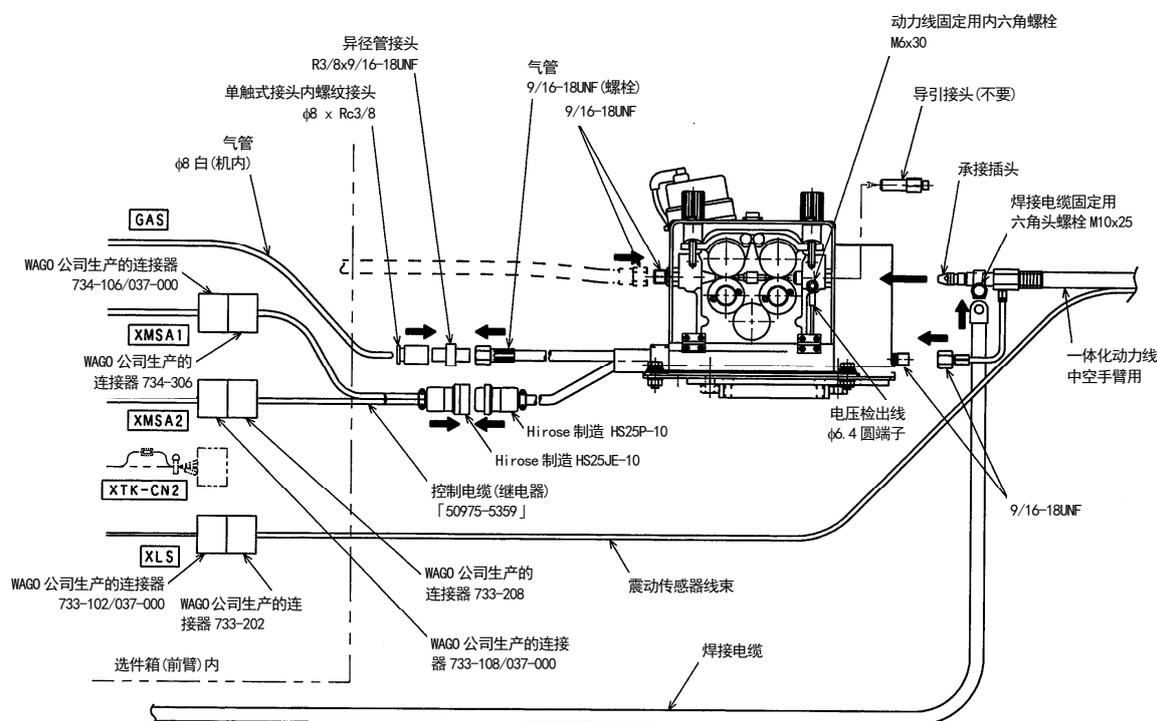

图 1.5 控制电缆及气管的连接
2. 参考图 1.5, 用选件箱内附属的电缆连接连接器 (XMSA1, XMSA2) 和控制电缆 (继电器) (选件)。另外, 取出选件箱内的气管, 安装异径管接头 (选件)·单触式接头 (选件), 并与送丝机的气管连接。